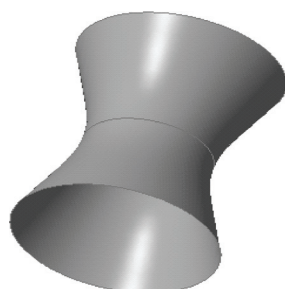

图 9-55 创建边界混合曲面
STEP 05 单击“完成”按钮, 即可创建边界混合曲面，效果如图 9-55 所示。